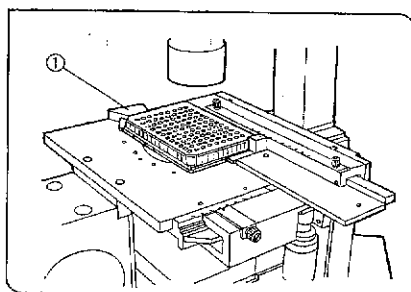

図 58
(図58, 59, 60, 61)
1) ステージのクレンメル①を広げ、マイクロテストプレートを手前側から保持枠にセットし、クレンメルを戻します。(図58)